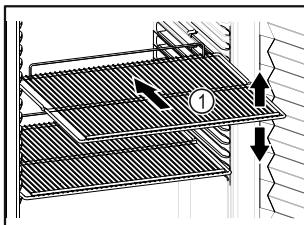

Fig. 75 Príklad zobrazenia
- Ak sa dajú odkladacie rošty Fig. 75 (1) premiestniť, prispôsobte výšku.